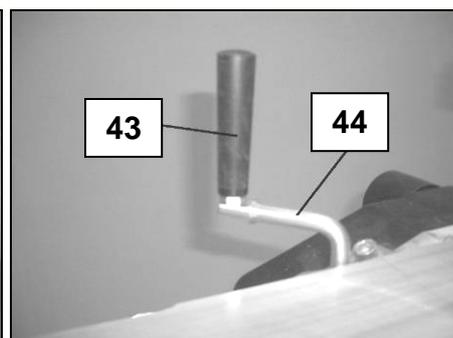

Fig 36
- Vissez la poignée (43) sur le bras de la manivelle (44) et serrez-la avec la clé de 13mm (Fig 36).